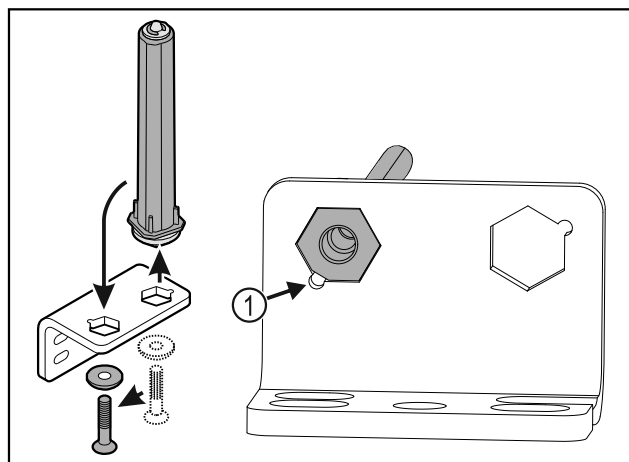

Fig. 32
- Bodite pozorni, da pri vstavljanju izravnalne točke sornika Fig. 32 (1) kažejo v smeri okrogle luknje.